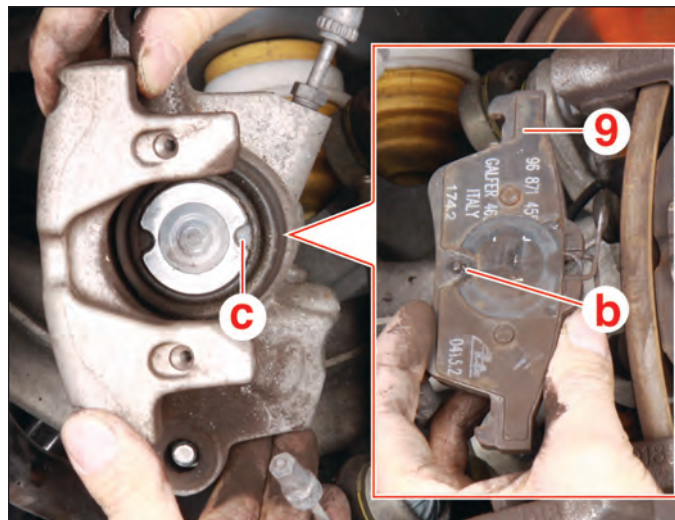

FIG.12
- Vérifier que l'ergot de positionnement (b) de la plaquette intérieure (9) s'engage correctement dans l'empreinte du piston en (c) (Fig.12).